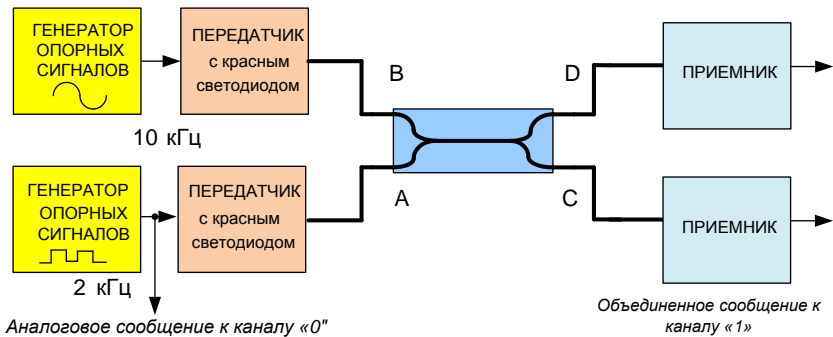

Рис.13. Структурная схема исследования сложения сигналов
44. Для продолжения дальнейших исследований понадобится структурная схема рис.13. Два передатчика с красными светодиодами используются для преобразования в свет двух сигналов (аналогового и цифрового). Эти сигналы поступают на порты А и В разветвителя и одновременно доступны на портах С и D.
45. Соберите схему соединений, как показано на рис. 13.